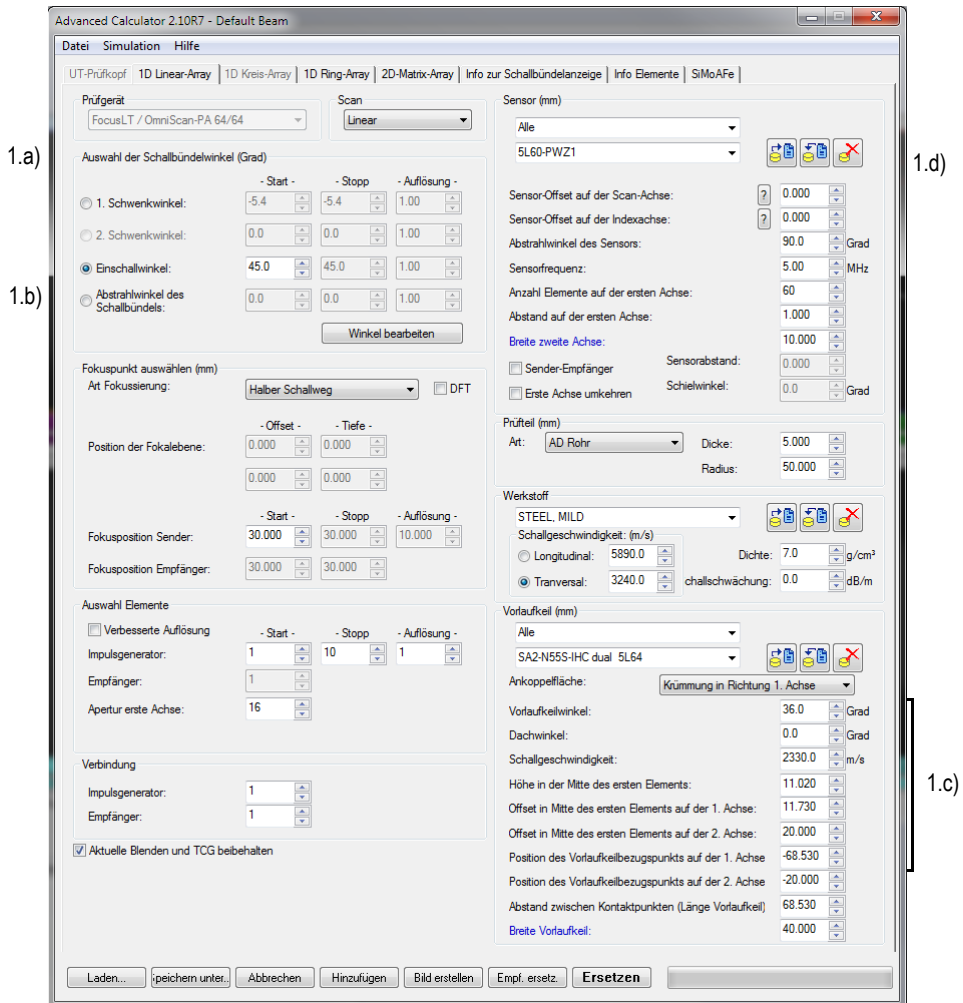

Abbildung 7-75 Parameter zur Justierung des Vorfalkeils
1. Folgen Sie im Register **1D Linear-Array** im Dialogfeld Advanced Calculator (siehe Abbildung 7-75 auf Seite 441) die folgenden Konfigurationsschritte: